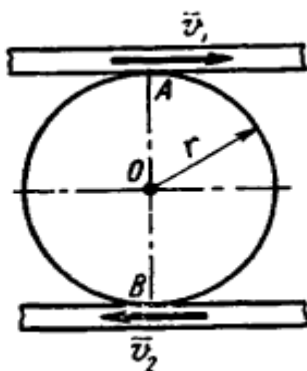

Рис. 33. Схема плоскопараллельного перемещения пластин и диска
2. Пластины движутся параллельно в разные стороны со скоростями $V_1 = 12,7$ м/с и $V_2 = 7,7$ м/с. Между пластинами зажат диск радиусом $r = 0,85$ м, по ним без скольжения. Определить угловую скорость диска и линейную скорость его центра (рис. 33).